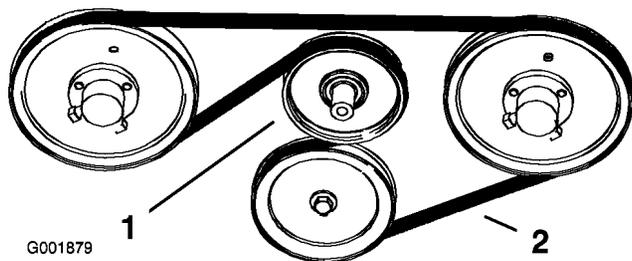

Figure 65
2. Abaissez la poulie de tension rappelée par ressort et enlevez la courroie des poulies du moteur et de la pompe hydraulique (Figure 65). Enlevez la courroie entre les poulies.
3. Montez la courroie neuve sur les poulies du moteur et des pompes hydrauliques (Figure 65).
4. Abaissez la poulie de tension rappelée par ressort et alignez-la sous la courroie d'entraînement, relâchez la poulie rappelée par ressort (Figure 65).